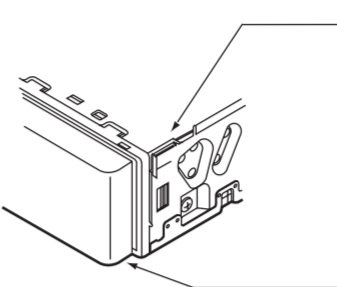

Figure 5 / 图 5 / 그림 5
- 1. Bend the stopper from the source unit. (Figure 5, 6)
- 1. 弯曲主机的制动蹄器。(图5、6)